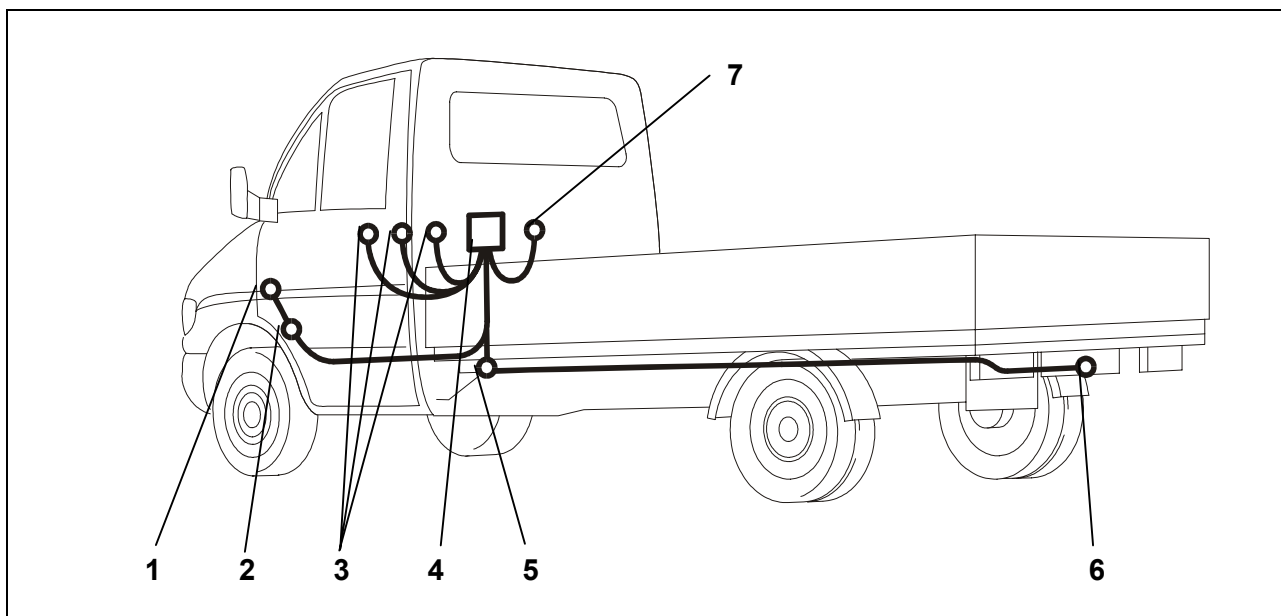

Fig. 1 : Schema di montaggio
4. Posare il terminale del cavo attraverso il passaggio (fig. 1/5), partendo dall'abitacolo, verso l'esterno.
5. Infilare la bussola di gomma nel passaggio cavi (fig. 1/5).
6. Posare il fascio di cavi al di sotto del veicolo lungo il supporto della presa (fig. 1/6) e fissarlo con le fascette stringicavo.
10. Fissare la presa al supporto (fig. 1/6) mediante le viti ed i dadi forniti.
13. Fissare il modulo del gancio di traino (fig. 1/4) con il nastro apposto in posizione idonea.
14. Collegare i cavi marroni corredati degli occhielli alla massa del veicolo (fig. 1/7).